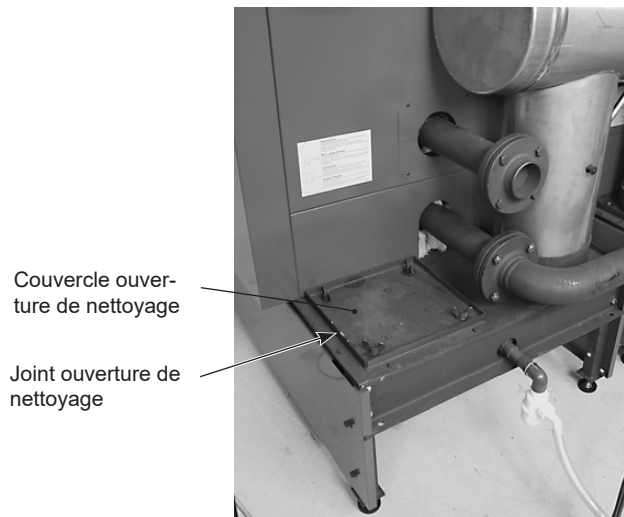

Fig. 54
Il est possible de verser l'eau dans le dispositif de neutralisation et dans le siphon par l'ouverture de nettoyage (Fig. 54).
19. Vérifier si le joint de l'ouverture de nettoyage (Fig. 54) est usé et le remplacer si nécessaire.
20. Monter le couvercle de l'ouverture de nettoyage (Fig. 54) et contrôler l'étanchéité aux gaz.